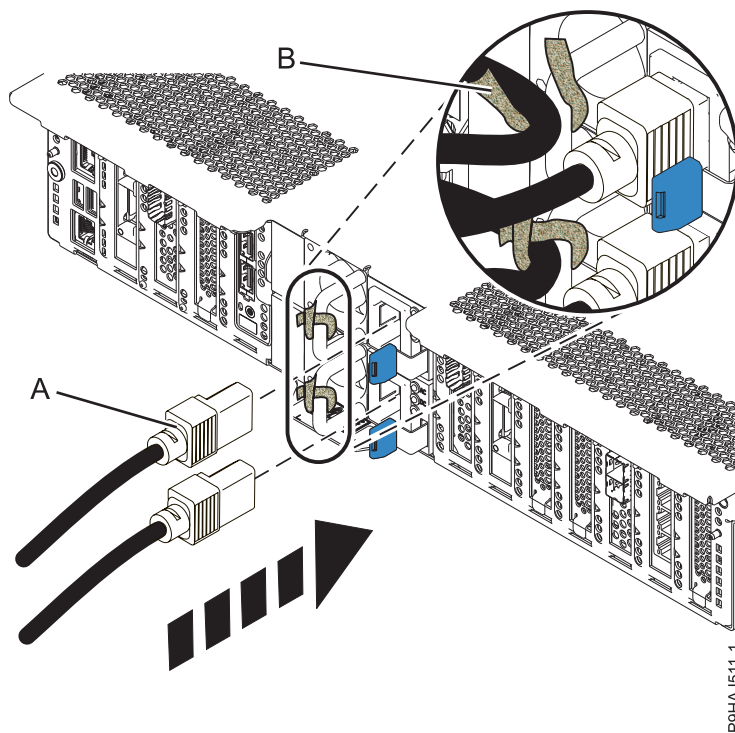

Figura 43. Conexión de los cables de alimentación
2. Mediante las etiquetas, vuelva a conectar los cables de alimentación **(A)** a la unidad del sistema. Sujete los cables de alimentación al sistema utilizando los mecanismos de sujeción **(B)** tal como se muestra en la Figura 43.